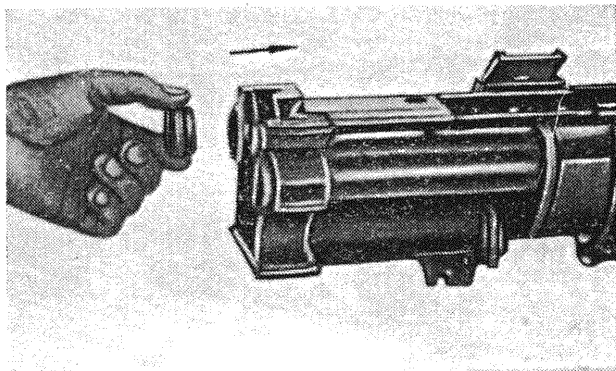

Рис. 85
16. Вынуть замыкатель упора, сдвинуть задний упор вперед и вставить цапфу трубки подачи с упорным кольцом в гнездо коробки (рис. 85).